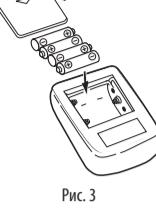

Рис. 3
4.1. Откройте крышку отсека для элементов питания и вставьте 4 элемента типа AAA как указано на схеме, расположенной внутри отсека. Убедитесь, что полярность соблюдена. Не прилагайте чрезмерных усилий при снятии крышки отсека для элементов питания (рис. 3).